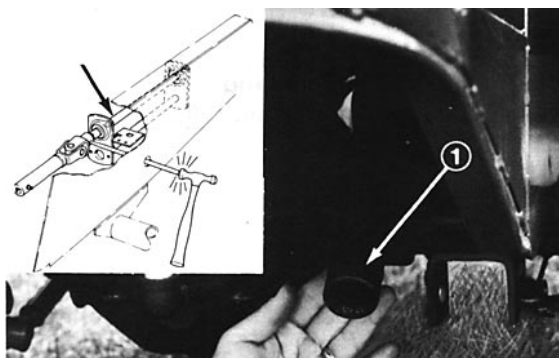

Figure 8
4. En passant par l'orifice d'accès du châssis, chasser le rouleau hors de l'arbre de PDF et de l'arbre de sortie à l'aide d'un pointeau et d'un marteau (Fig. 8).
6. Remettre la roue en place avec les (5) écrous enlevés précédemment. Serrer les écrous à 80–109 kPa.